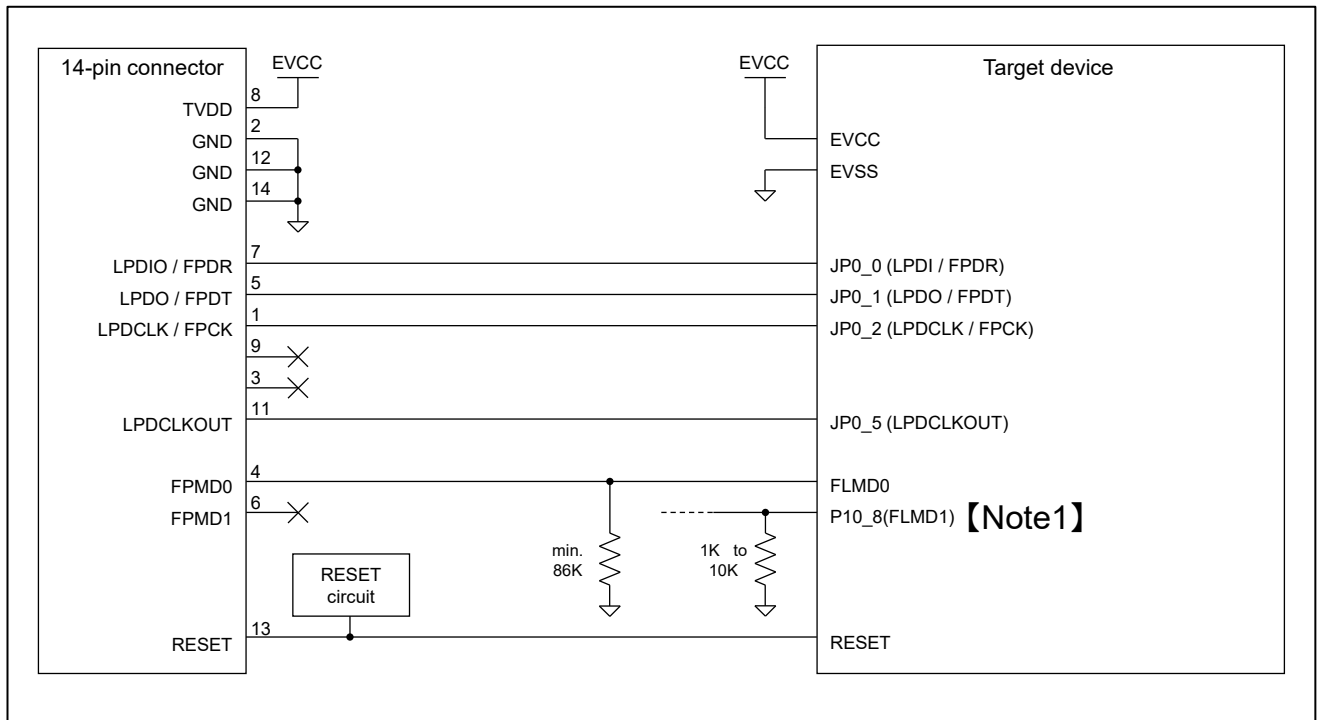

図 2-4 接続例
デバッグ（LPD4pin）とプログラミング（1wireUART または 2wireUART）の両方	図 2-4
- 【Note2】JP0\_0のプルアップ処理は、LPD1pinを使用する際にのみ必要です。LPD1pinを使用する予定がない場合は、図 2-4に従ってください。